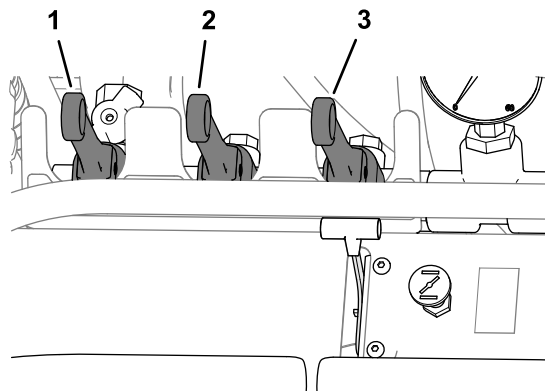

Figura 36
2. Asegúrese de que las palancas de las válvulas de control de fumigación están en la posición de CERRADO (Figura 36).